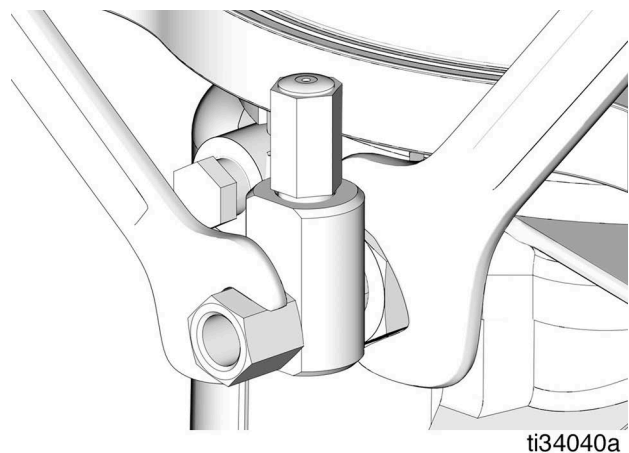

Рис. 11
1. Ослабьте фитинг патрона насоса (Рис. 11).
3. Затяните фитинг патрона насоса, установив два (2) гаечных ключа и поворачивая их в противоположные стороны (Рис. 11).